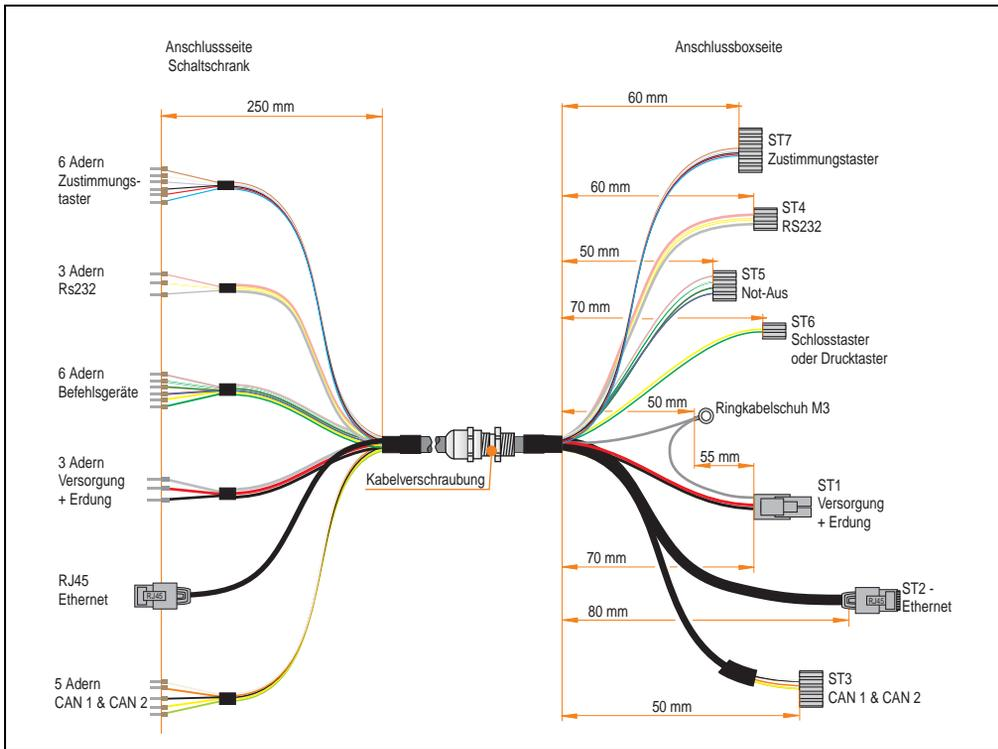

Abbildung 7: Belegungsplan Boxkabel 5CAMPB.0100-10
- 4) Anschließen des Mobile Panel Boxkabels (ST1, ST2, ST3, ST4, ST5, ST6, ST7) an die Anschlussbox. Die Belegung des Kabels siehe Abbildung 7 "Belegungsplan Boxkabel 5CAMPB.0100-10", auf Seite 28.